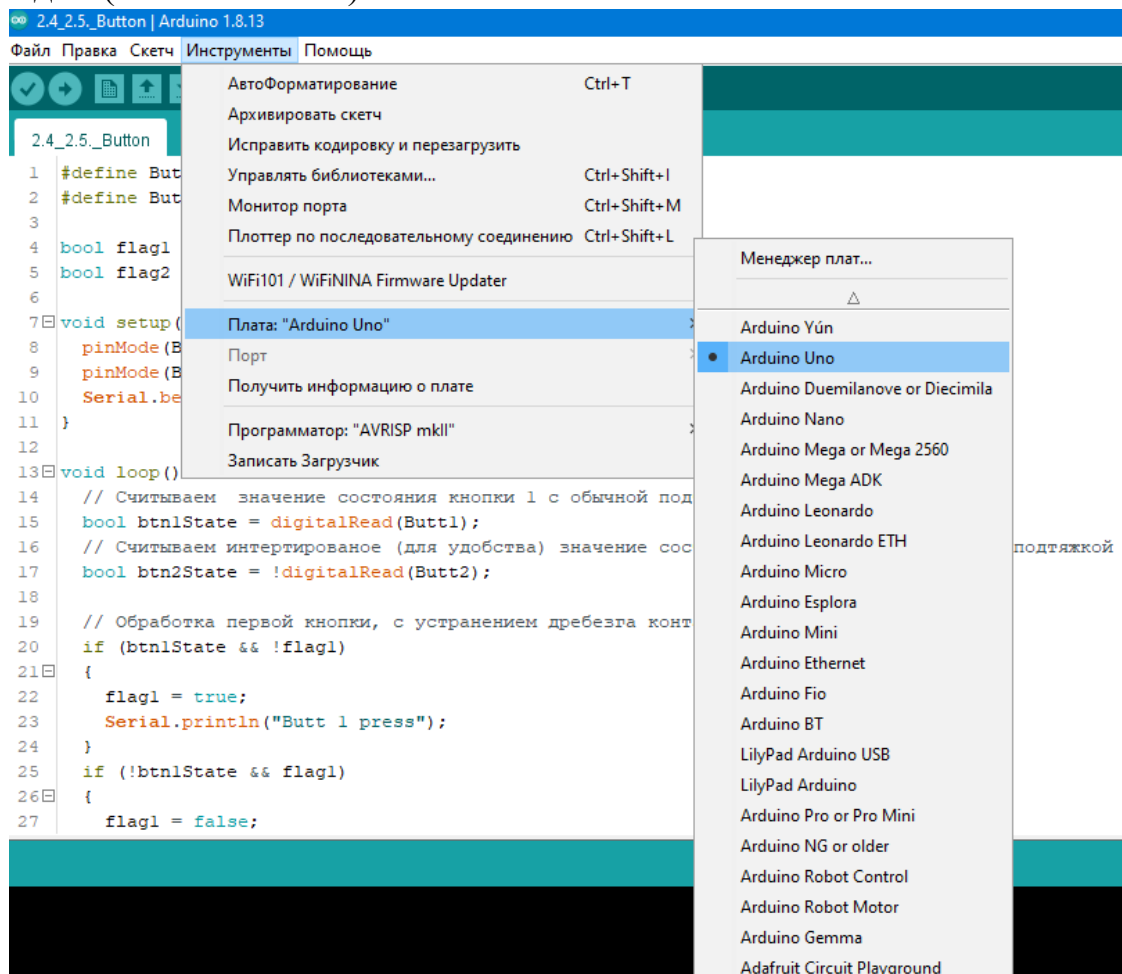

Рисунок 9 – Выбор платы Arduino
• Выбираем соответствующую плату в *Инструменты \ Плата \* (рисунок 9).